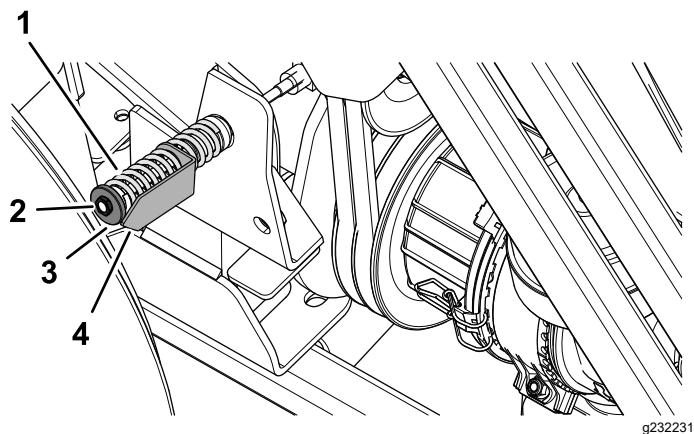

Рисунок 89
5. Если необходимо, поверните гайку устройства натяжения так, чтобы стрелка индикатора натяжения совпала с наружной поверхностью шайбы (Рисунок 89).
8. Ослабьте гайку устройства натяжения натяжного шкива; см. Рисунок 89 в разделе Проверка натяжения ремня механизма отбора мощности \(страница 72\).